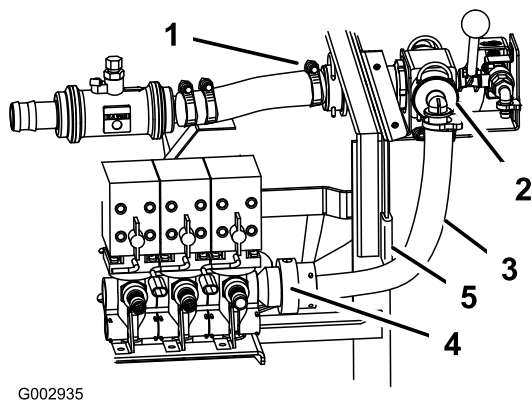

Figure 29
3. Connectez le raccord, que vous avez monté dans le flexible d'alimentation de la rampe, au distributeur de commande et fixez-le avec le dispositif de retenue retirée précédemment (Figure 29).
4. Montez le distributeur de commande sur le support du boîtier de commande (Figure 29) au moyen de
- Montez le petit ensemble clapet à bille sur le support du boîtier de commande (Figure 29) au moyen de 2 boulons à embase ((1/4 x 3/4") et 2 écrous à embase (1/4 pouce), sans les serrer.
- Alignez l'axe des leviers sur chaque clapet et les clapets (Figure 29). Il pourra être nécessaire de desserrer les colliers qui fixent le débitmètre à la machine pour ajuster l'ensemble correctement.
- Connectez le raccord du grand flexible du distributeur au raccord situé à droite des vannes d'alimentation de la rampe (Figure 29).
- Débranchez le grand flexible du distributeur et examinez l'intérieur du distributeur (Figure 29). Vous devriez voir une ouverture remontant vers le haut dans le clapet à bille. Si ce n'est pas le cas, tournez la bille jusqu'à ce que l'ouverture soit parfaitement visible et remonte vers le haut.
- Connectez le grand flexible au distributeur de commande (Figure 29).
- Placez la garniture en caoutchouc sur le bord du châssis pour protéger le flexible (Figure 29).